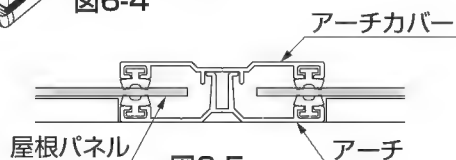

図6-5
- アーチとアーチカバーがかみ合っていることを確認してください。(図6-5参照)